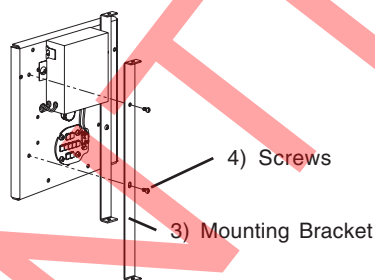

Fig 6
2. Install **Mounting Brackets (3)** by inserting **Screw (4)** through hole in mounting bracket and secure to housing. Install second screw through slot in bracket and secure to housing. **See Fig 6**.
2. Para instalar las **ménsulas de montaje (3)**, introduzca los **tornillos (4)** en los orificios de las ménsulas de montaje y ajústelas a la carcasa. Pase el segundo tornillo por la ranura de la ménsula y ajústela a la carcasa. Consulte la Fig. 6.